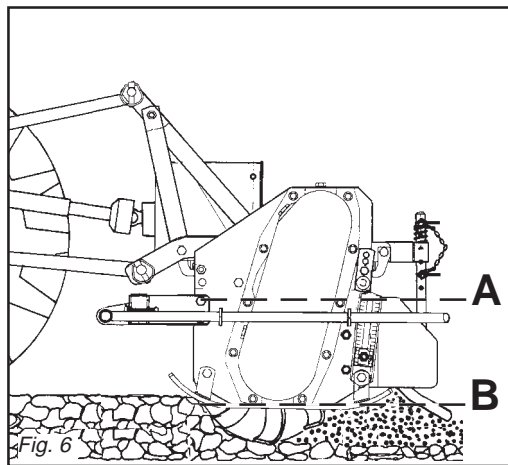

Fig. 6
- 4 - Collegare il terzo punto superiore ed effettuare una corretta regolazione con il tirante (1 Fig. 6) verificando che il piano superiore della zappatrice (A Fig. 6) risulti parallelo al piano terra (B Fig. 6). Ciò è molto importante allo scopo di ottenere il parallelismo tra l'asse della zappatrice e quello della presa di forza del trattore. Operare in queste condizioni significa limitare le sollecitazioni sulla presa di forza stessa e prolungare la durata dell'albero cardanico e della zappatrice stessa.
- 4 - *Connect the upper third-point and correctly regulate by means of the adjuster (1 Fig. 6), checking that the upper surface of the steering hoe (A Fig. 6) is parallel to the ground (B Fig. 6). This is very important since it achieves parallelism between the axis of the steering hoe and that of the tractor pto. When the implement operates in these conditions, there will be less stress on the pto itself while the cardan shaft and implement will be much less subject to wear.*
- 4 - Den oberen Kupplungspunkt anschließen und den oberen Lenker (1 Abb. 6) korrekt einstellen. Sicherstellen, daß die obere Haubenkante der Hackfräse (A Abb. 6) parallel zum Boden (B Abb. 6) steht. Das ist sehr wichtig, um die Parallelität zwischen der Achse der Hackfräse und der der Schlepper-Zapfwelle zu erhalten. Wenn diese Parallelität gegeben ist, wird die Zapfwelle weniger belastet und das Leben von Gelenkwelle und Gerät wird verlängert.
- 4 - *Reliez le troisième point supérieur et réglez correctement à l'aide du tirant (1 Fig. 6). Assurez-vous que le plan supérieur de la houe rotative (A Fig. 6) soit pratiquement parallèle au terrain (B Fig. 6). Ceci est très important en vue d'obtenir le parallélisme entre l'axe de la houe et celui de la prise de force du tracteur. Travailler dans ces conditions signifie limiter les sollicitations sur la prise de force et prolonger la durée de l'arbre à cardans, mais aussi de la machine.*
- 4 - Conectar el tercer punto superior y efectuar una correcta regulación con el tirante de regulación (1 Fig. 6) controlando que el plano superior de la binadora (A Fig. 6) resulte paralelo al plano al nivel del suelo (B Fig. 6). Esto es muy importante para obtener paralelismo entre el eje de la binadora y el eje de la toma de fuerza del tractor. Esto permite limitar los esfuerzos sobre la toma de fuerza misma y hacer durar el árbol cardánico y la máquina misma.